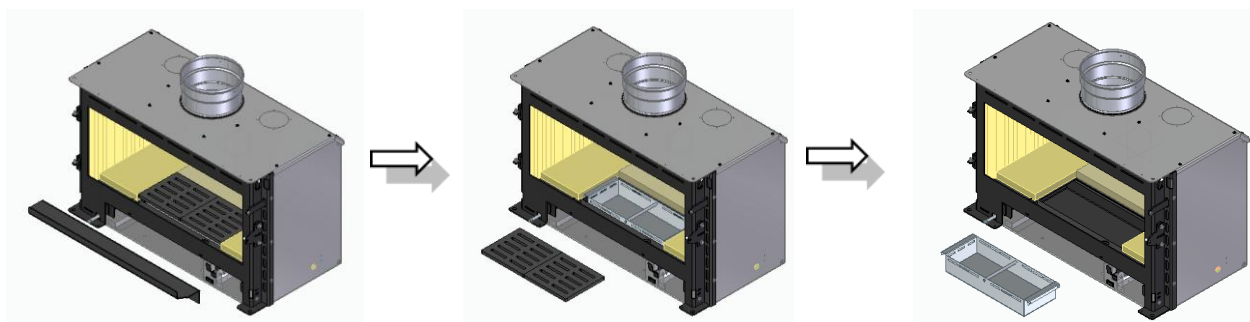

Figure 43 – Démontage des accessoires
b. Ensuite, retirez le déflecteur de cendres, la grille et le tiroir à cendres, voir Figure 43